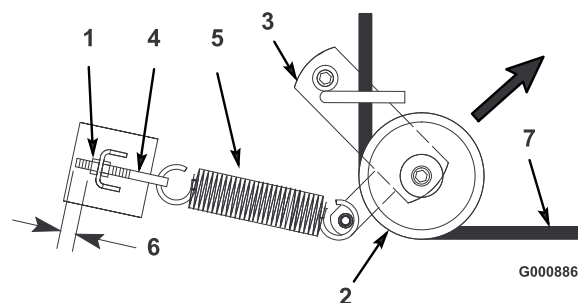
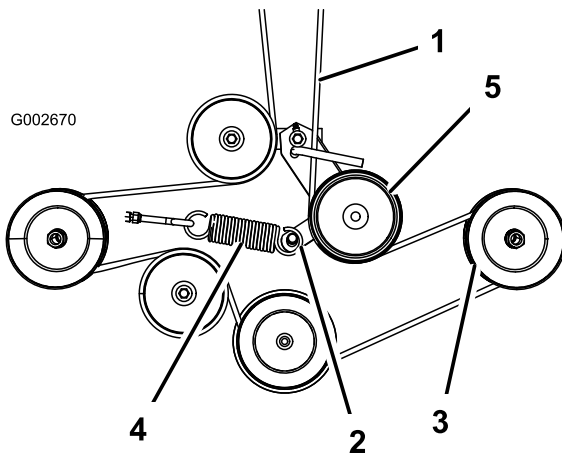

Figura 52
Figura 53
- Tire de la polea tensora en el sentido que muestra la Figura 52 y retire la correa de las poleas.
- Pase la correa nueva por el brazo tensor y alrededor de la polea tensora (Figura 52).
- Tire de la polea tensora en el sentido que muestra la Figura 52 y pase la correa por las otras poleas (Figura 53).
Nota: Compruebe que el largo de la rosca expuesta en el perno de ojal del muelle es de 3 mm (Figura 52).